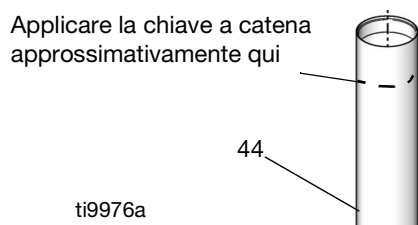
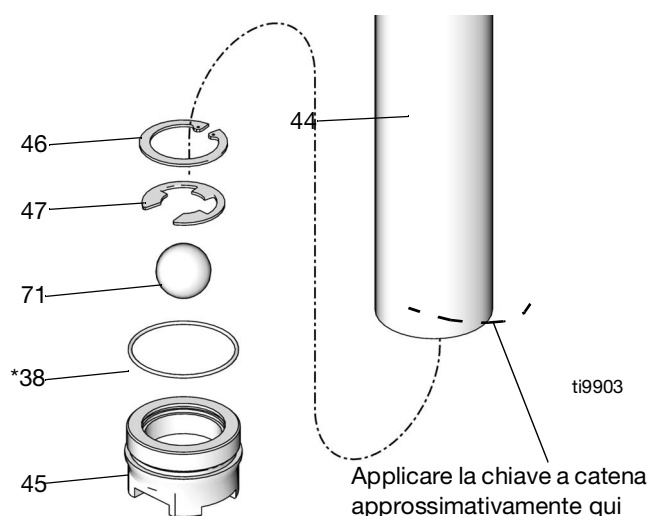

FIG. 16
FIG. 17
2. Usare una chiave a catena vicino alla sommità del tubo di aspirazione nel punto indicato in FIG. 16 e una chiave inglese sulle parti piatte della valvola di fondo (45) per allentare la valvola di fondo dal tubo di aspirazione (44). Per evitare danni al tubo di aspirazione, non rimuovere la valvola di fondo prima del momento indicato nel passaggio 4.
Mentre si rimuove il tubo di aspirazione, fare attenzione a non piegarlo, intaccarlo o danneggiarlo. Per evitare danni, usare la chiave a catena soltanto sull'estremità superiore e inferiore del tubo di aspirazione, come indicato in FIG. 16 e FIG. 17. Non applicare la chiave al centro del tubo di aspirazione.
3. Mentre la valvola di fondo è ancora nella sua sede e sostiene il tubo di aspirazione, allentare il tubo di aspirazione (44) dal corpo della pompa (34) con una chiave a catena, usandola vicino alla parte inferiore del tubo di aspirazione, nel punto indicato in FIG. 17.
4. Rimuovere il blocco della valvola di fondo dal tubo di aspirazione (44).
5. Rimuovere l'anello di sicurezza (46), l'anello elastico (47), la sfera (71), e l'anello a O (38*) dalla valvola di fondo (45). Ispezionare tutte le parti per rilevare eventuali danni. Vedere FIG. 17.